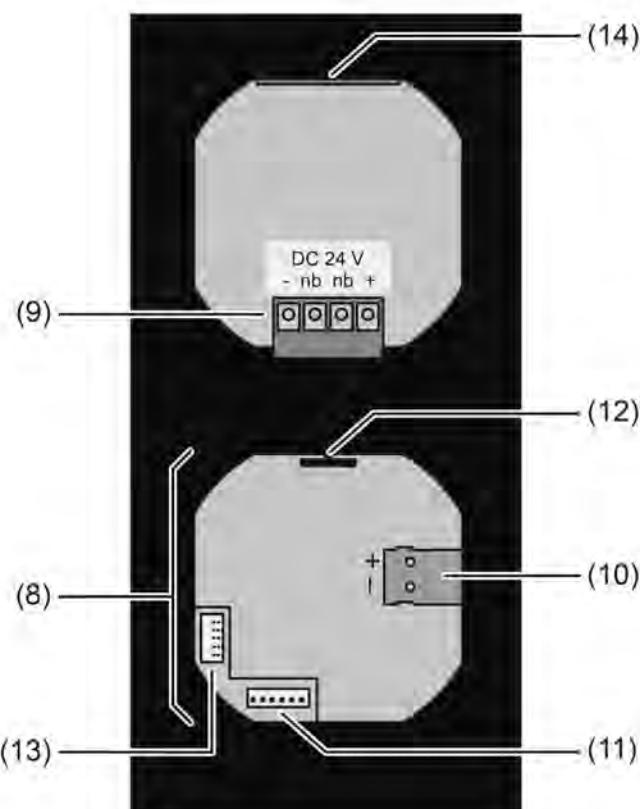

Bild 2: Geräteaufbau Rückseite (mit aufgestecktem KNX-Kommunikationsmodul)
- Versorgungsspannung an Klemme (18) anschließen und in Anschluss (9) einsetzen (Bild 2). Polarität beachten!
- Anschlussleitung des Tastsensor-Erweiterungsmoduls (25) zwischen Tragring und Rahmen führen.
- Tastsensor-Erweiterungsmodul (26) mit beiliegenden Kunststoffschrauben (27) am Tragring befestigen. Die Schrauben nur leicht anziehen.
- Den Stecker der Anschlussleitung des Tastsensor-Erweiterungsmoduls lagerichtig in den Steckplatz des Kommunikationsmoduls am Smart Control (11) einstecken (Bild 2). Dabei darauf achten, dass die Anschlussleitung nicht gequetscht wird.
- Versorgungssspannung an Klemme (18) anschließen und in Anschluss (9) einsetzen (Bild 2). Polarität beachten!